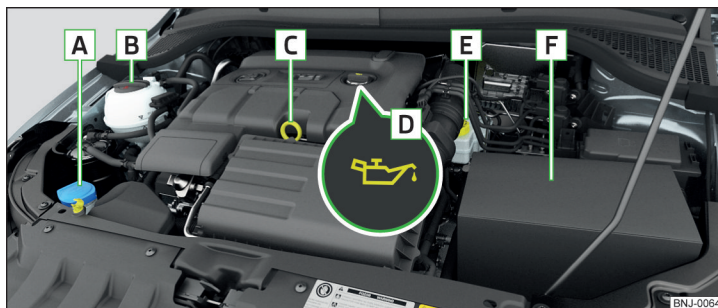

Fig. 168 Esempio di disposizione nel vano motore
- Svitare il coperchio della bocchetta di riempimento dell'olio motore **D** » fig. 168 a pag. 143.